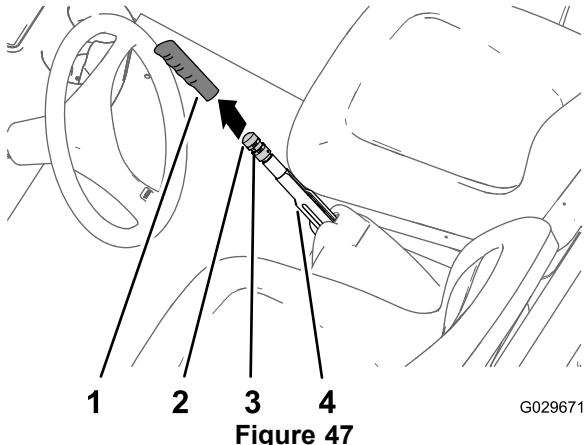

Figure 47
1. Enlevez la poignée du levier de frein de stationnement (Figure 47).
2. Desserrez la vis de fixation du bouton de réglage sur le levier du frein de stationnement (Figure 47).
3. Tournez le bouton de réglage du frein jusqu'à ce qu'une force de 133 à 156 N·m soit nécessaire pour actionner le levier du frein de stationnement (Figure 47).
4. Serrez la vis de fixation et remettez la poignée (Figure 47).
2. Desserrez la vis de fixation (Figure 47) qui fixe le bouton de réglage sur le levier du frein de stationnement, desserrez le frein de stationnement et desserrez le bouton de réglage.
5. Tournez le bouton de réglage du frein (Figure 47) jusqu'à ce qu'une force de 133 à 156 N·m soit nécessaire pour actionner le levier du frein de stationnement.
- C. Tournez le bouton de réglage du frein (Figure 47) jusqu'à ce qu'une force de 133 à 156 N m soit nécessaire pour actionner le levier du frein de stationnement.
- Serrez la vis de fixation et remettez la poignée (Figure 47).